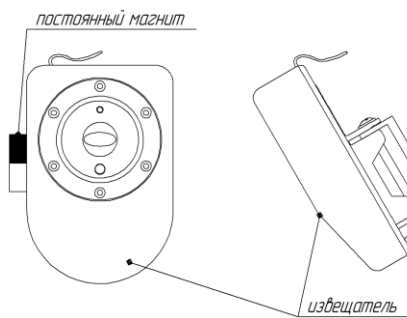

Рис. 4 – Место поднесения постоянного магнита
Командой «Программирование адреса устройства» можно задать адрес извещателя независимо от того, какой ему адрес присвоен на данный момент. Это может быть использовано в случае ошибочного назначения одинаковых адресов двум и более устройствам. Для этого с пульта или компьютера подать команду на программирование требуемого адреса. После чего в течение не более 5 минут к извещателю, который находится в дежурном режиме, поднести постоянный магнит к области (см. рисунок 4). При этом светоизлучатель извещателя переходит в режим непрерывного свечения. На пульте или компьютере отобразятся события о потере связи с устройством по старому адресу и о восстановлении связи с устройством по новому адресу. Если устройства имели одинаковый адрес, то сообщений о потере связи по старому адресу не будет.
2.5.4 Упрощённый контроль функционирования извещателя (без проверки оптической части) можно осуществить путём поднесения постоянного магнита к извещателю (см. рисунок 4). ПКУ «С2000М» или АРМ «Орион Про» должен выдать сообщение «Тест» или «Пожар», в зависимости от режима тестирования. Упрощённый контроль работает начиная с «С2000-КДЛ» версии 2.15 и «С2000-КДЛ-2И» v.1.15.